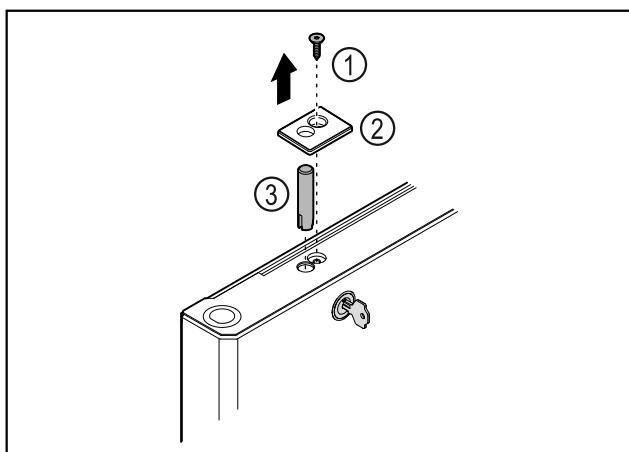

Fig. 43
- Retirar el tornillo Fig. 43 (1).
- Desencajar la cubierta Fig. 43 (2) con un destornillador pequeño y retirarla.
- Extraer el perno de cierre Fig. 43 (3).